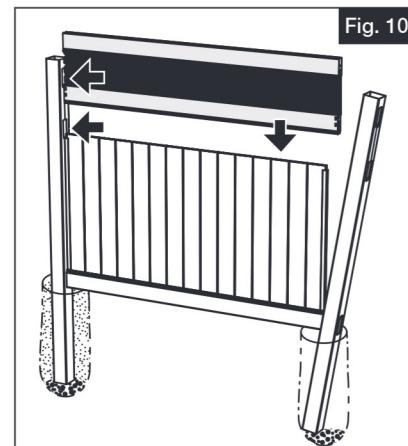

Fig. 10
- Enfin, installer l'assemblage du haut dans les trous du premier poteau (Fig. 10).